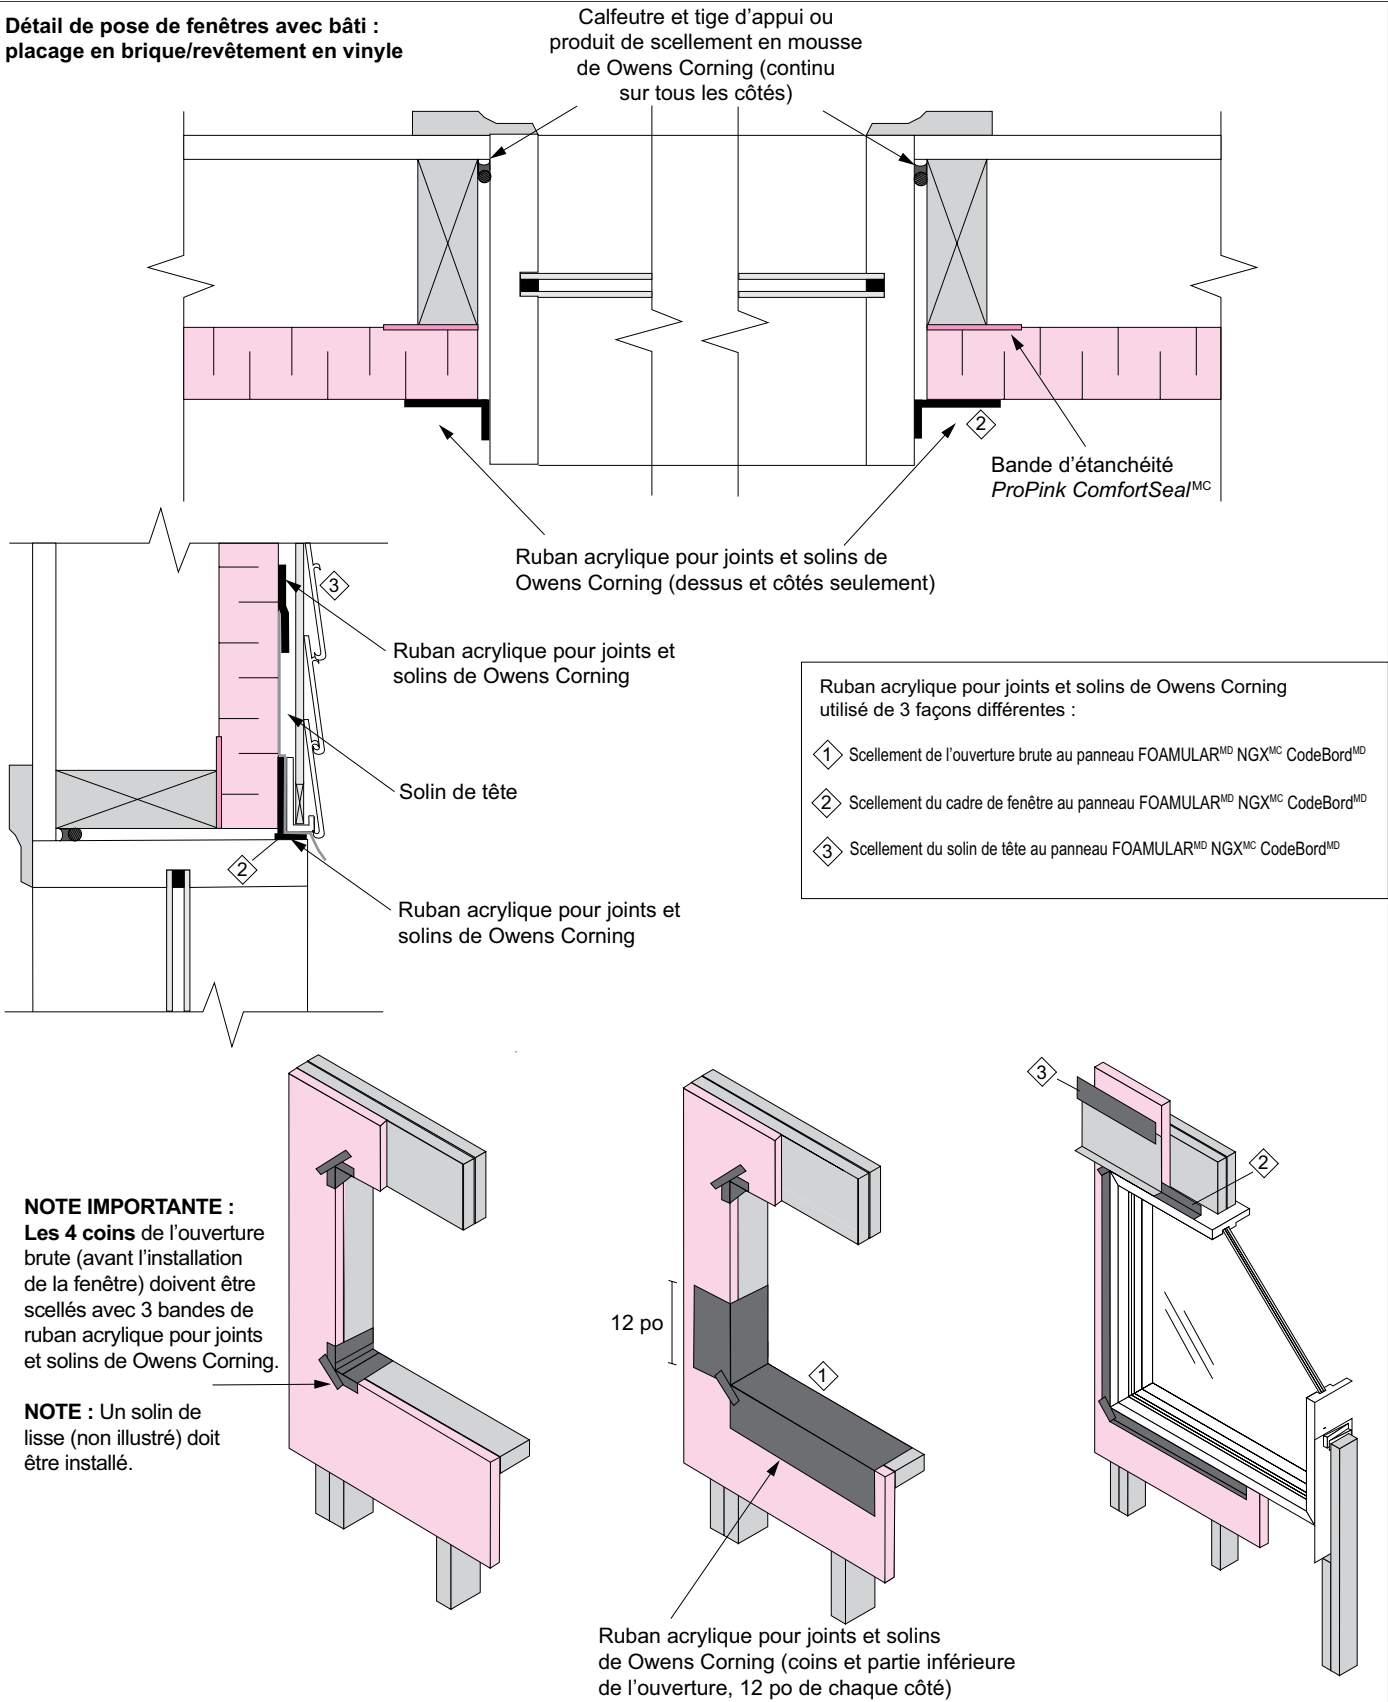

Figure 6.3 Solin autour des fenêtres – Ruban acrylique pour joints et solins de Owens Corning avec bande d'étanchéité ProPink ComfortSeal^{MC}
- autour des fenêtres (figure 6.2 ou une méthode modifiée incorporant une bande d'étanchéité et un ruban comme dans les figures 6.3 et 6.4) ; et